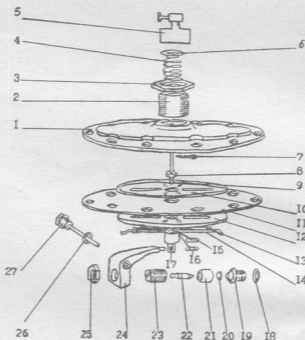

Рис. 3. Вторая ступень редуктора низкого давления:
43. Смазать клапан 21 (рис. 3) тонким слоем смазки и вставить его в гнездо клапана. Клапан должен ходить в гнезде легко, без заеданий. Применять смазку пресс-солидол «С» ГОСТ 4366-76. (Емкость, лопатка).